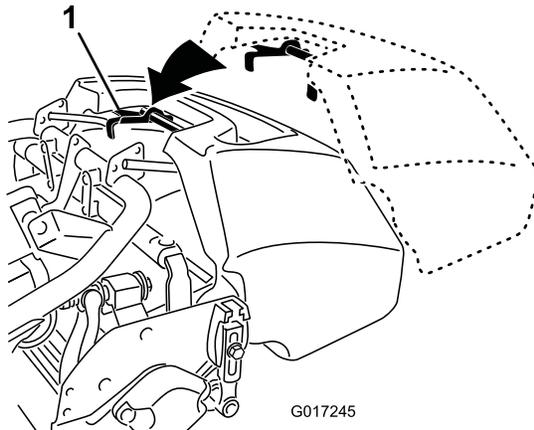

图21
2. 将集草斗凸缘放入滚刀组侧板之间，前滚筒之上（图21）。
3. 将集草斗钩安装到环形机架上（图21）。